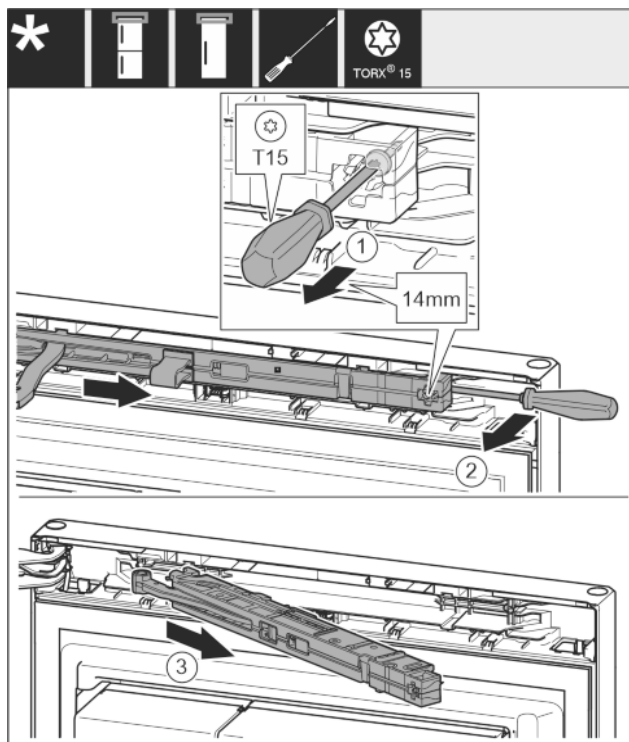

Fig. 9
- Lazítsa meg a záráscsillapító egységnél található csavart T15 csavarhúzóval mintegy 14 mm-nyire. Fig. 9 (1)
- Nyúljon a markolat felőli oldalról csavarhúzóval a záráscsillapító egység mögé, és forgassa előre. Fig. 9 (2)
- Húzza ki a záráscsillapító egységet. Fig. 9 (3)